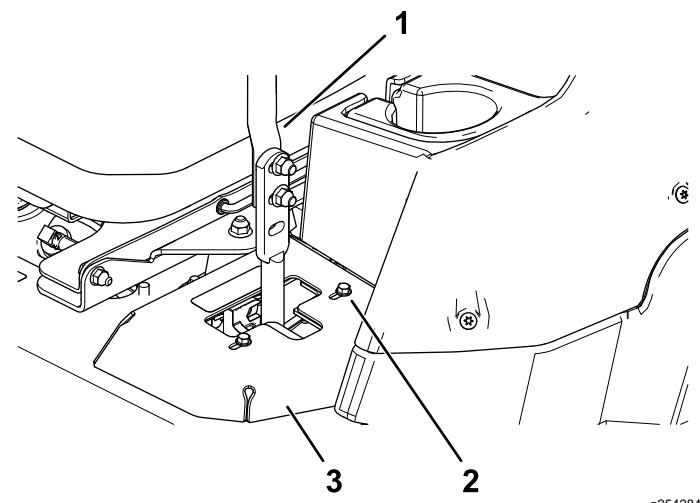

図 46
- 右にずれていく場合には、ボルトをゆるめて左側T字スロットの左ストッププレートを後ろにずらす図 46。
- 左にずれていく場合には、ボルトをゆるめて右側T字スロットの右ストッププレートを後ろにずらす図 46。
8. ストッププレートを締め付ける図 46。